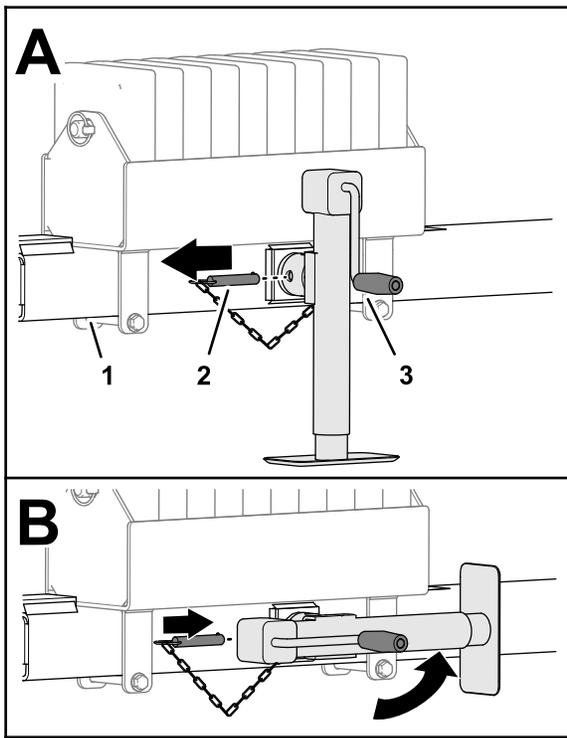

図 28
4. ピンを取り外す 図 28。
5. ジャッキを横にする 図 28。
6. ジャッキとヒッチチューブの横穴にピンを通す 図 28。